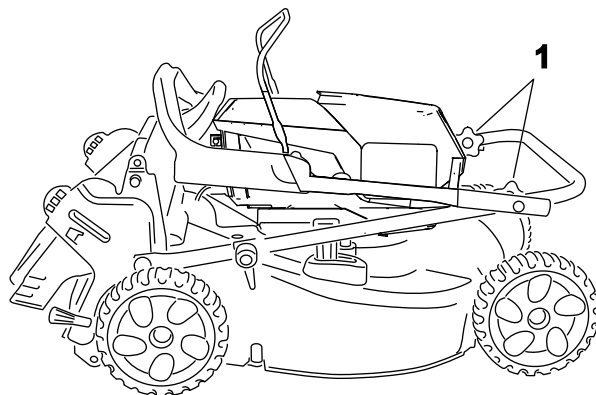

Рисунок 21
3. Поверните всю рукоятку вперед (Рисунок 21).